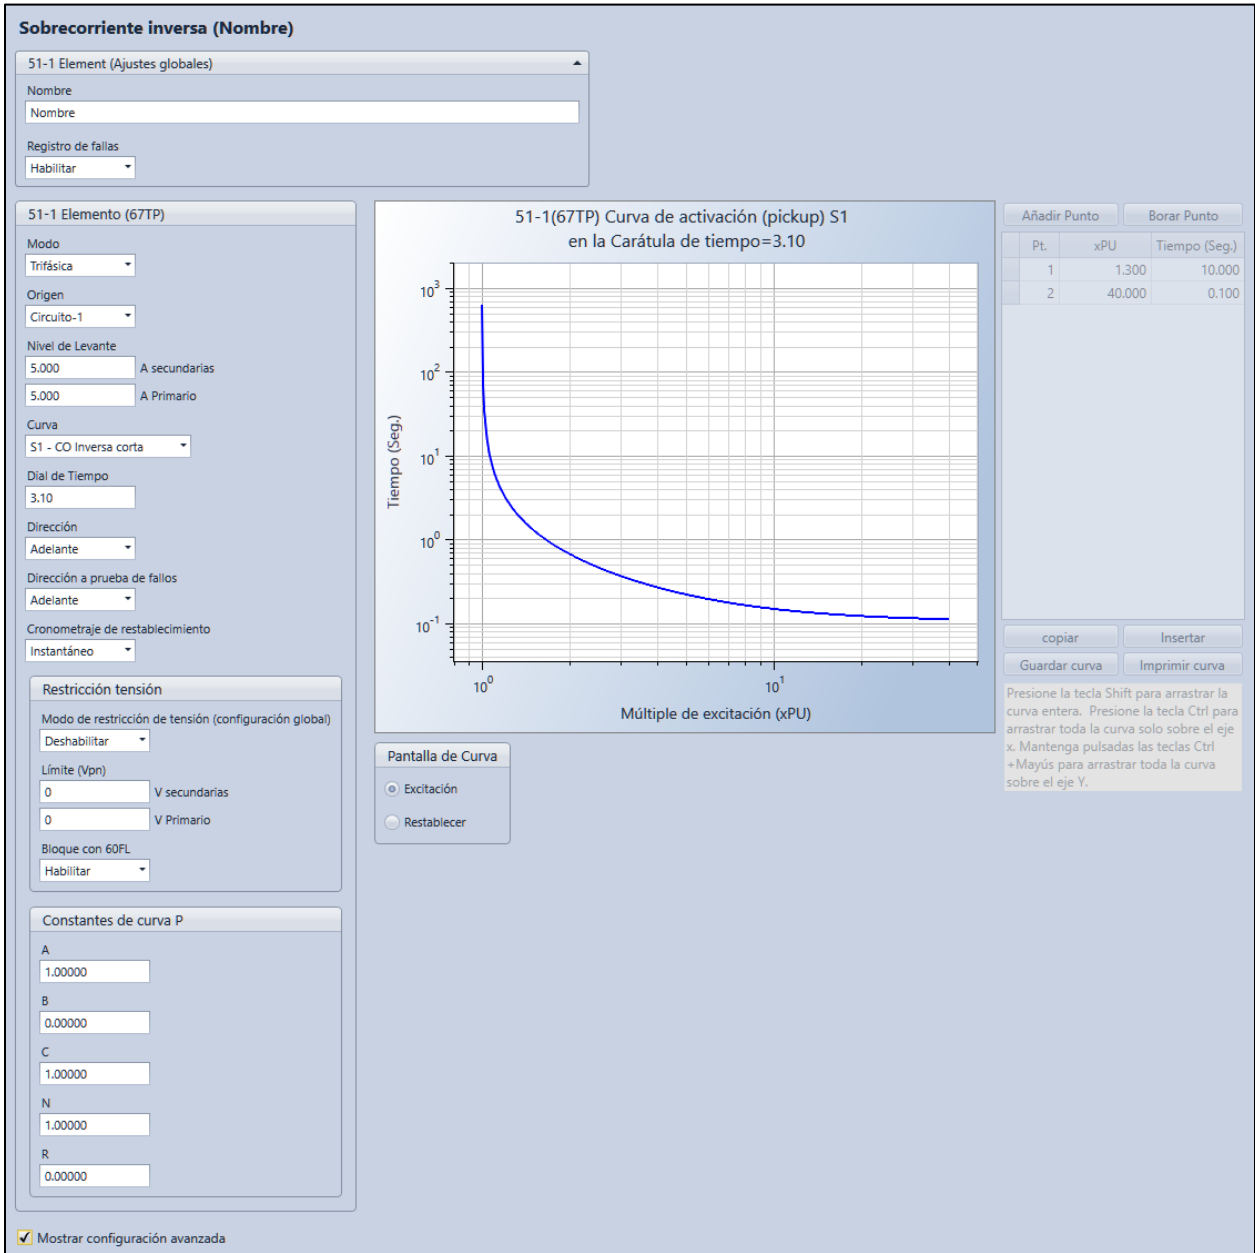

Figura 29-3. Pantalla de ajustes Sobrecorriente inversa
Los ajustes operativos del elemento sobrecorriente inversa se configuran en la pantalla de ajustes Sobrecorriente inversa (51) (Figura 29-3), en BESTCOMSP^{Plus}.